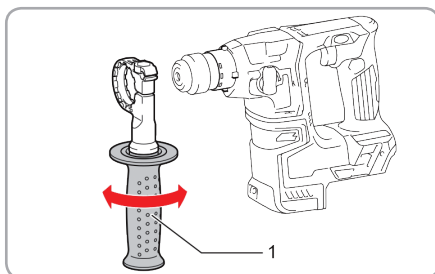

Fig.6
- Instalați mânerul lateral (1) astfel încât canelurile de pe mâner să intre în proeminențele de pe ciocanul rotoperculator.
- Rotiți mânerul (1) în sensul acelor de ceasornic pentru a-l asigura. Fig. 6